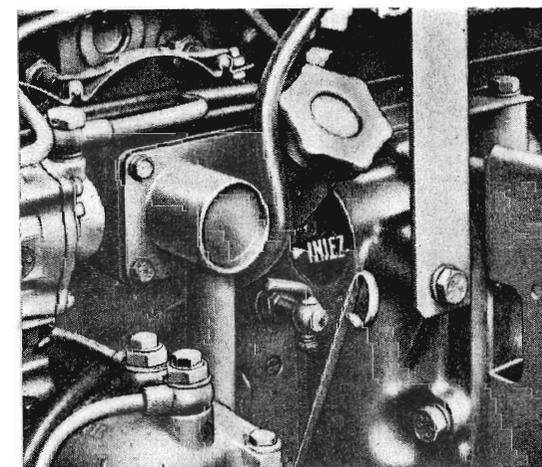

Fig. 30. - Riferimento « INIEZ. » sul volano, indicante l'anticipo d'iniezione (21° prima del punto morto superiore).
- Far ruotare l'albero motore fino a portare il riferimento « INIEZ. », inciso sul volano, nella posizione illustrata nella fig. 30. Togliere il coperchio della testa cilindri e, osservando la posizione dei bilancieri, controllare se il primo cilindro del motore si trova in fase di compressione: in caso contrario ruotare l'albero motore di un giro completo.
Questa verifica deve eseguirsi, adottando il sistema di « traboccamento », sul primo o sul quarto elemento della pompa; se la fasatura è esatta il riferimento « INIEZ. » del volano deve trovarsi in corrispondenza dell'indice (vedi fig. 30) nell'istante in cui la pompa inizia la mandata. Se ciò non si verifica, procedere nel modo seguente:
- Far ruotare l'albero motore fino a portare il riferimento « INIEZ. » del volano nella posizione illustrata nella fig. 30.